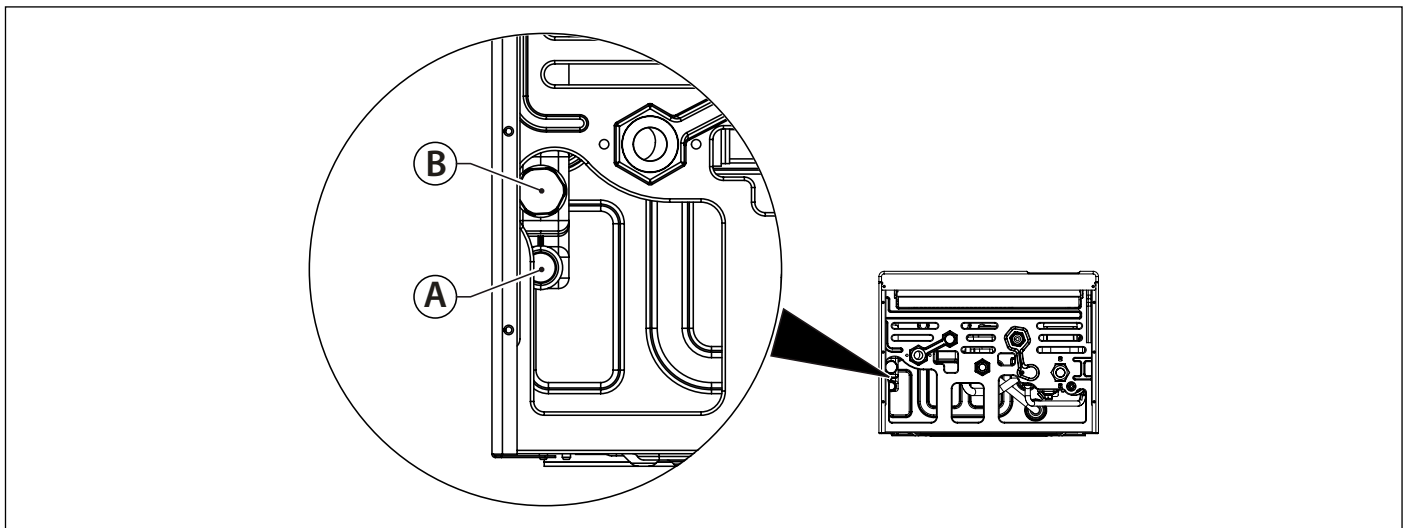

Fig. 18 Descarga condensación
Si no existen contraindicaciones especiales, la condensación producida en la fase de combustión debe ser encauzada (por medio del conducto de evacuación de la condensación) a un sistema de evacuación que la haga fluir a la red de evacuación de los reflujos domésticos que por su componente básico, contrarresten la acidez de la condensación de los humos. Para evitar un retorno de los malos olores de la red de evacuación de los reflujos domésticos, se recomienda aplicar un sellado anti-olores entre el sistema de evacuación de la condensación y la red de evacuación de reflujos domésticos. El sistema de evacuación de la condensación y la red de evacuación reflujos domésticos deben estar contruidos con materiales adecuados, resistentes al ataque del agua de condensación. El sistema de evacuación de la condensación se debe conectar a la específica conexión (A) preparada en la caldera (ver Fig. 18 Descarga condensación).